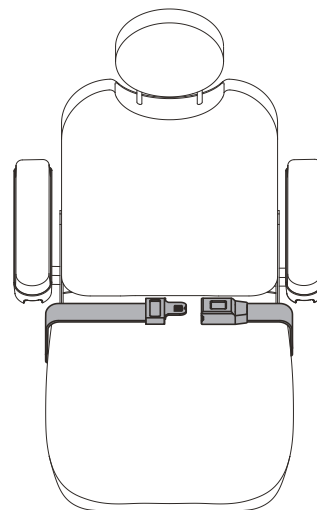

Figure 7. Ceinture de positionnement
Votre fauteuil motorisé peut être équipé d'une ceinture de positionnement réglable pour un meilleur confort. **Voir la figure 7.** La ceinture de positionnement, réglable, a été conçue pour soutenir et empêcher tout glissement vers le bas ou vers l'avant une fois assis. La ceinture de positionnement n'a pas été conçue pour être utilisée comme ceinture de sécurité.
1. Prenez place sur le siège, insérez la patte métallique d'un côté dans le boîtier de la boucle du côté opposé jusqu'à ce que le « clic » se fasse entendre. **Voir la figure 7.**